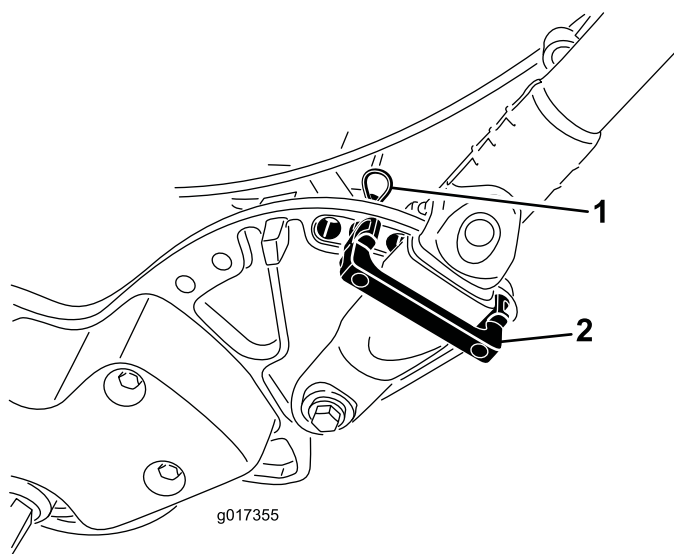

Bild 9
2. Drehen Sie den Holm in die gewünschte Einsatzposition; setzen Sie eine Holmbefestigung über die Holmklemmen und in die entsprechenden Löcher in der Seitenplatte ein (Bild 9).
3. Arretieren Sie die Klemme mit einem Splint (Bild 9).
1. Stützen Sie den Holm ab und nehmen Sie gleichzeitig die Kabelbinden ab, mit denen die Holmklemmen an den Seitenplatten befestigt sind (Bild 9).